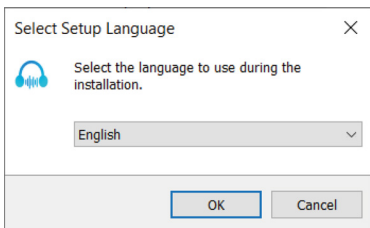

Figura 22
7. Quando esta janela aparecer, como mostra a figura 22, clique em “Next” para prosseguir.